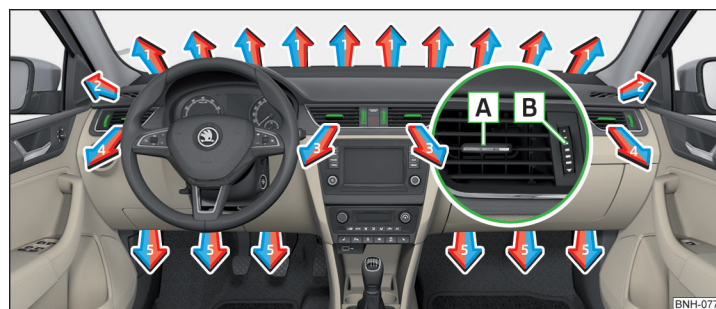

Abb. 118 Luftaustrittsdüsen
Bei den Luftaustrittsdüsen 3 und 4 » **Abb. 118** kann die Luftströmungsrichtung geändert und die Düsen können auch einzeln geöffnet und geschlossen werden.
Die Einstellung der Luftstromrichtung erfolgt durch das Verschieben des Verstellelements **A** » **Abb. 118** in gewünschter Richtung.
- Den Regler **B** nach oben/unten drehen » **Abb. 118**.
Richtung des Luftaustritts einstellen	Luftaustrittsdüsen » Abb. 118